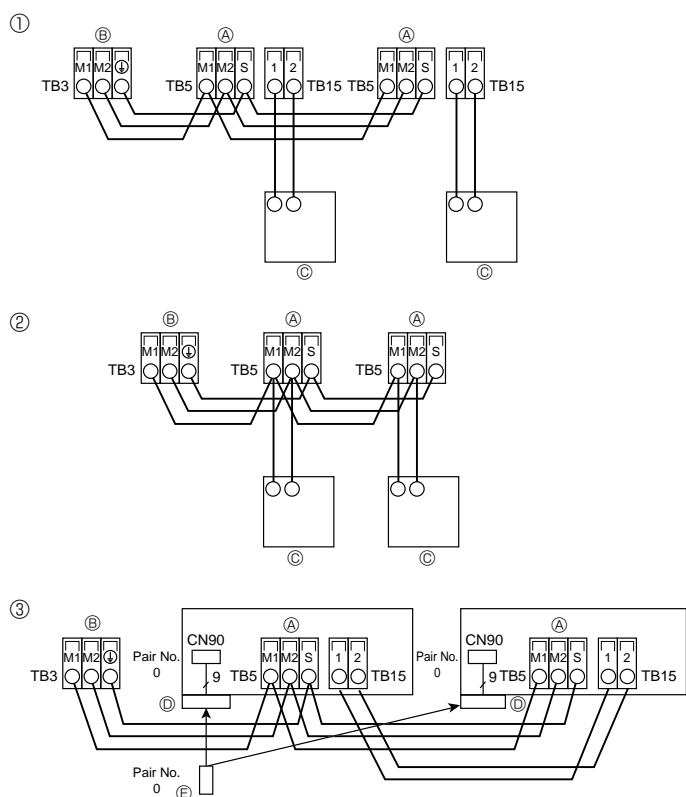
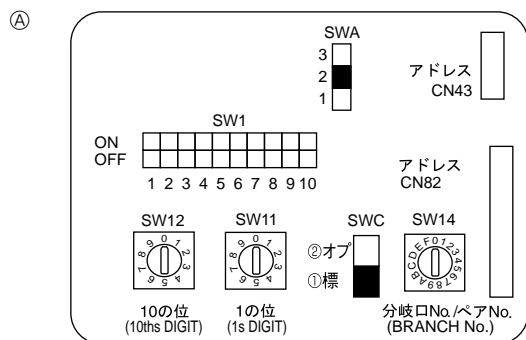

Fig. 6-3
Fig. 6-4
6.4. Подсоединение пульта дистанционного управления, кабелей передачи внутри и снаружи (Fig. 6-3)
- ① Пульт дистанционного управления "MA"
- ② Пульт дистанционного управления "M-NET"
- ③ Беспроводной пульт дистанционного управления (при установке беспроводного ресивера сигналов)
6.5. Установка адресов (Fig. 6-4)
① Установка адресов
6.6. Установка переключателей для различной высоты потолка (Fig.6-4)
6.7. Определение температуры в помещении встроенным датчиком пульта дистанционного управления (Fig.6-4)